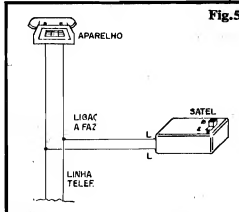

Fig. 5
- FIG. 5 - CAIXA E INSTALAÇÃO DO SATEL - O diminuto conjunto formado pela plaquinha do circuito, mais a chavinha "L-D" e os conetores de ligação final, poderá facilmente ser embutido numa caixinha padronizada de baixo custo, encontrável nas lojas de componentes... Na falta de um **containter** padronizado para circuitos, até uma simples saboneteira plástica (dessas adquiridas por uma "merrequinha" em super-mercados ou casa de artigos domésticos...) servirá. A figura também traz as informações elementares para a conexão do SATEL à linha telefônica (basta ligar os pontos "L-L" (via chavinha, num dos ramaís...) aos dois cabos da dita linha... Por razões de segurança da instalação, não é com efetuar-se "cortes" ou "descascamentos" ao longo dos fios da linha telefônica... O método correto de conexão envolve abrir aquela caixinha de "plugagem" do cabo do aparelho telefônico à linha (tomadas "macho/fêmea" quadradas, com 4 pinos, normalmente...) e simplesmente parafusar os fios que vem do SATEL aos mesmos conetores já usados para a ligação da fixação do telefone/linha. Por razões práticas, o "lugar de ficar" ideal para o SATEL é, justamente, próximo ao aparelho telefônico, onde é fácil lembrar-se de ativar o circuito quando se abandona temporariamente a residência ou local... Entretanto, como sua conexão elétrica é feita à linha, e não ao aparelho telefônico propriamente, nada impede que a caixinha foque onde o usuário achar conveniente (simplesmente puxando-se um par de fios finos, no necessário comprimento, até o ponto de conexão à linha...).